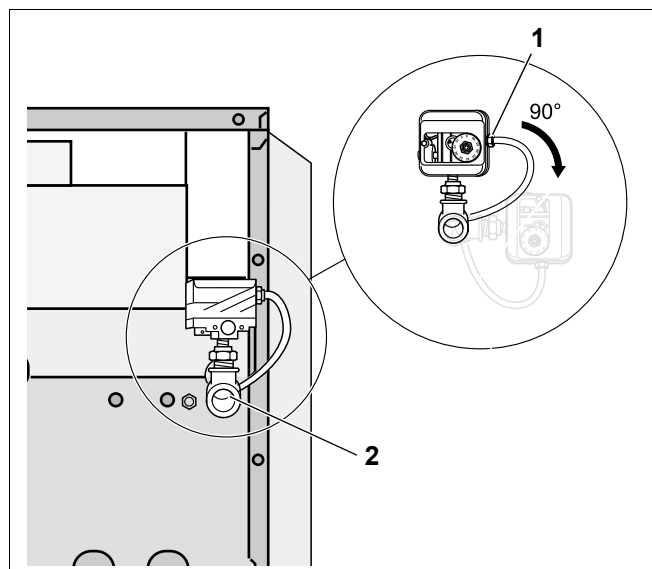

Рис. 23 Подключение газа
- Без натяжения подключить газопровод к газовому вводу котла (рис. 23, **поз. 2**).
- Установить поставляемый прибор контроля давления газа (рис. 23, **поз. 1**) непосредственно на штуцер отопительного котла для подключения газа (рис. 23, **поз. 2**) вместе с переходником, который также входит в поставку. Прибор контроля давления газа должен при этом смотреть вверх или наружу.